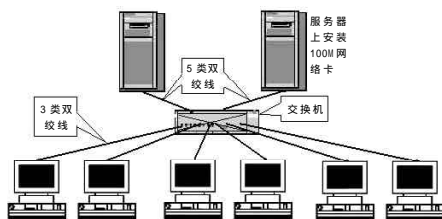

图32
C. 服务器连接到100M端口上。如图32所示,在工作站上全部安装10M网卡,而在服务器上安装100M网卡,采用具有100M输入端口和10M输出端口的交换机。工作站使用3类或3类以上的UTP连入交换机的10M端口,而交换机使用5类(切记不能使用3类和4类)UTP与服务器相连。这种网络的最大特点是可以保证每个用户拥有10M的带宽,非常适用于对工作站的稳定性要求很高的网络。